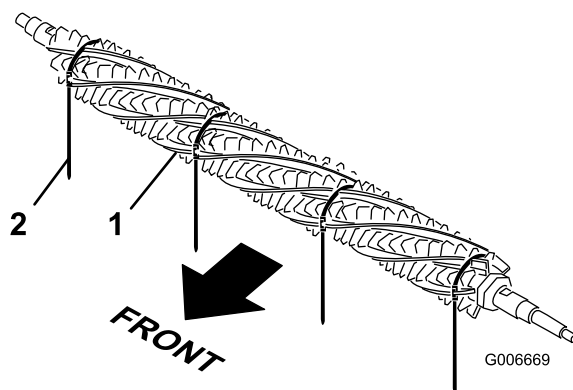

Рисунок 38
1. С одной стороны барабана механической щетки вставьте щетину в каждую канавку по всей длине барабана (Рисунок 38).